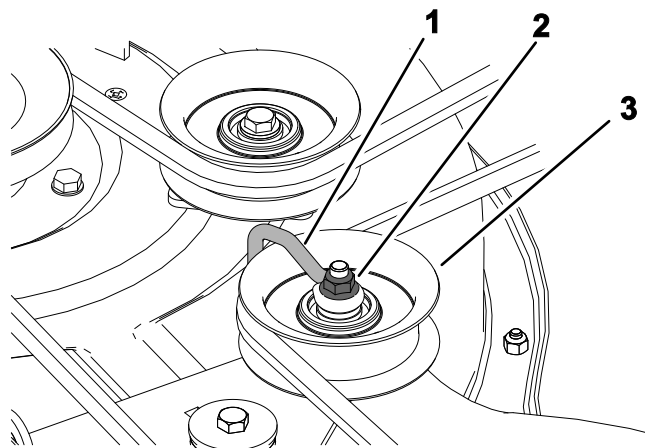

Figura 51
5. Afloje la tuerca que sujeta el soporte de alambre a la polea tensora (Figura 51).
9. Apriete la tuerca que sujeta el soporte de alambre a la polea tensora (Figura 51).
- Nota:** Coloque el soporte de alambre contra el brazo tensor, como se muestra en la Figura 51.